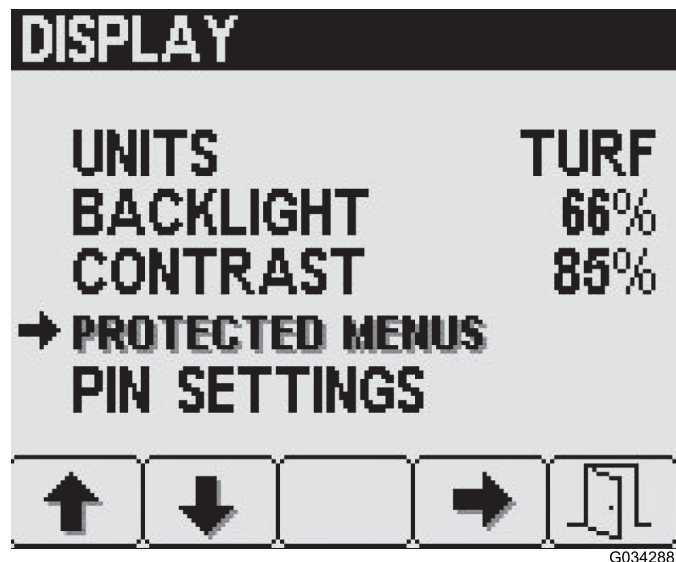

図 12
1. 表示 Display 画面でボタン2を何度か押して保護メニュー Protected Menus へ移動し、ボタン4でそれを選択する (図 12)。
2. ボタン 2 を何度か押して希望する項目を表示させる (図 12)。